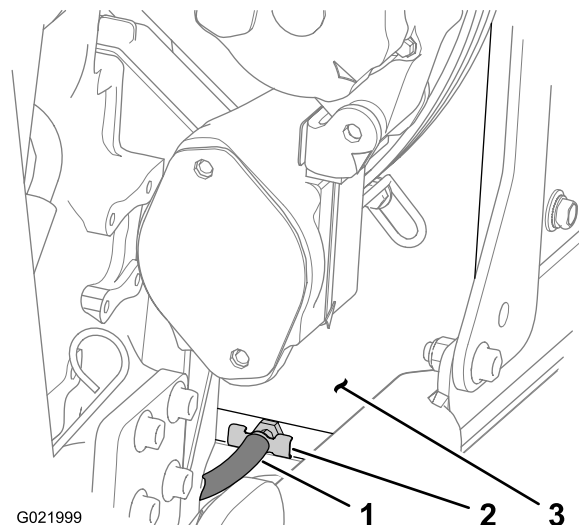

Figure 81
3. Placez un bac de vidange d'une capacité minimale de 20 litres (5,3 gallons) sous l'extrémité ouverte du flexible de vidange (Figure 81).
5. Fermez le robinet de vidange (Figure 81).
- F. Ouvrez le robinet de vidange et vidangez la solution de nettoyage dans un bac de vidange (Figure 81).
- E. Ouvrez le robinet de vidange (Figure 81) et laissez l'eau s'écouler dans le bac de vidange.